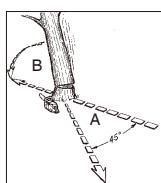

Bild. 11A
ACHTUNG: Vor dem Schneiden sollte ein Rückzugspfad (A) geplant und freigelegt werden. Der Rückzugspfad sollte nach hinten und diagonal zur Rückseite der erwarteten Fallrichtung verlaufen, wie in Bild. 11A dargestellt ist.
ACHTUNG: Wenn der Fällschnitt sich dem Ankerpunkt nähert, beginnt der Baum zu fallen. Sobald der Baum zu fallen beginnt, ziehen Sie die Säge aus dem Schnitt heraus, stoppen Sie den Motor, legen Sie die Kettensäge ab und verlassen Sie den Bereich über dem Rückzugspfad (Bild. 11A).